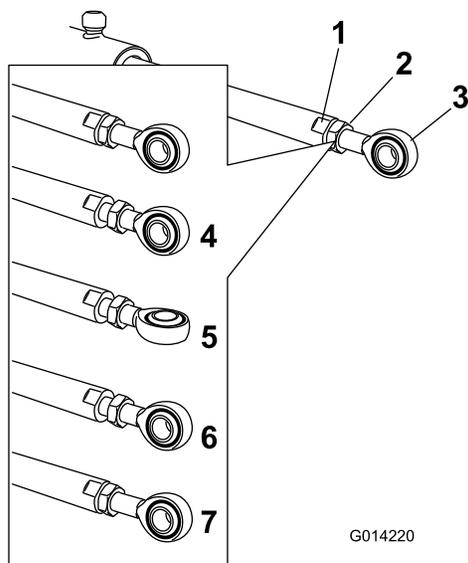

图 14
- 在提升器杆的平整侧用扳手进行固定然后松开锁紧螺母使孔眼杆可以调整 图 14。
- 转动提升器杆上的孔眼杆、将延伸的提升器缩短或延长至所需的位置 图 14。